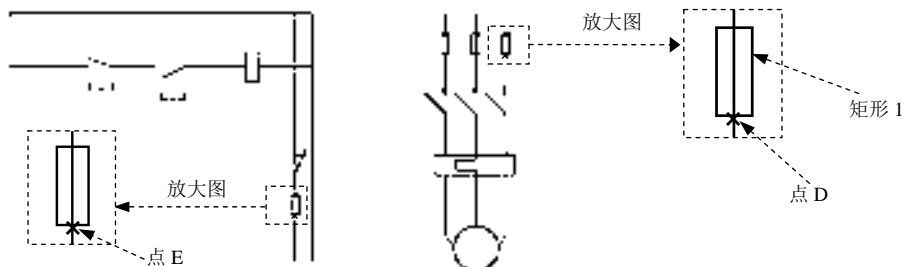

图 17.10.28 图形的复制
(5) 复制图形。选择下拉菜单 **修改** **复制** 命令；选取图 17.10.28 所示的矩形 1 为复制对象，然后按 Enter 键。选取点 D 为复制基点；选取点 E 作为插入基点。按 Enter 键完成矩形的复制操作，如图 17.10.28 所示。